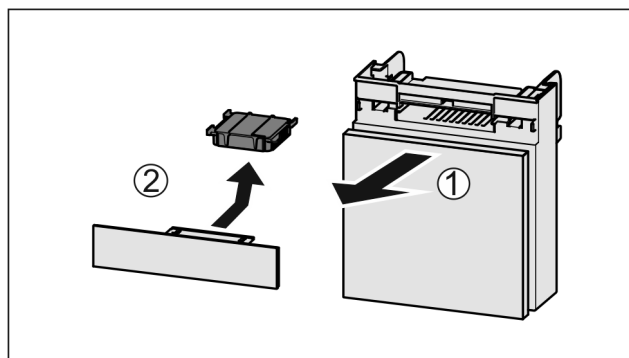

Fig. 209
- Extraire le compartiment par l'avant Fig. 209 (1).
- Sortir le filtre à charbon actif Fig. 209 (2).